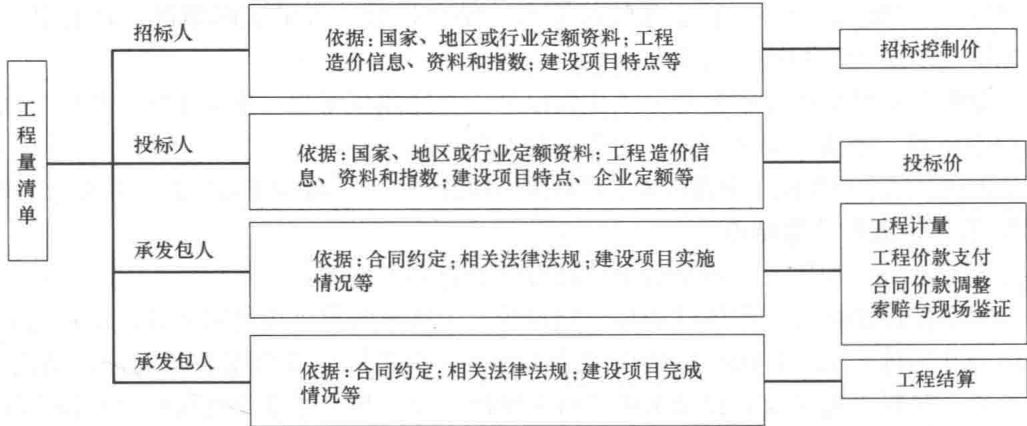

图 1-1 工程量清单流程图
- (1) 招标文件中列出拟建工程的工程量表，即工程量清单。
- (2) 企业自主报价。
- (3) 合理低报价中标。
- (4) 签订工程承包合同。
- (5) 施工过程中一般调量不调价。
- (6) 业主按完成工程量支付工程款。
- (7) 工程结算价等于合同价加索赔。
- (8) 以相关保函制度作为实施条件。工程量清单流程如图 1-1 所示。